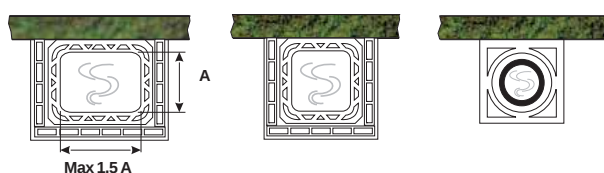
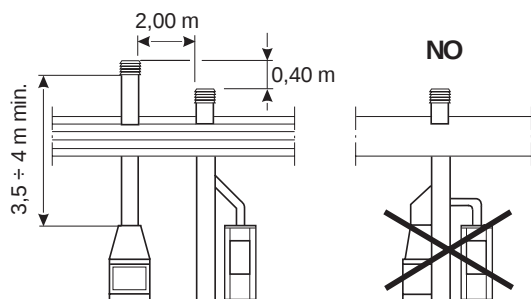

Fig. 5.2.1
Fig. 5.2.2
Il est conseillé d'utiliser des conduits de fumée isolés, réalisés en matériau réfractaire ou en acier inox à section circulaire, avec parois intérieures à surface lisse (Fig. 5.2.1). La section du conduit de fumée doit être constante sur toute sa hauteur. Une hauteur minimum de 3,5÷4 est conseillée (voir Fig.5.3.3). Il est préférable de prévoir, sous la bouche du canal de fumée, un compartiment pour recueillir les matériaux solides et l'éventuelle condensation. Les caractéristiques du conduit de fumée doivent être conformes aux normes UNI 9615, 9731 e UNI 10683.
- Las dimensiones del **CAÑÓN DE HUMO** deben ser conformes con lo que está indicado en la ficha técnica. Es aconsejable usar cañones aislados en refractario o acero inoxidable, de sección circular, con las paredes interiores que tengan superficie lisa (Fig.5.2.1). La sección del cañón deberá ser constante a lo largo de su entera extensión. Se aconseja una altura mínima de 3,5÷4 m (ver Fig.5.2.2). Es oportuno prever, bajo la embocadura del canal de humo, una cámara de recolección para los materiales sólidos y la condensación eventual. Las características del cañón de humo deben ser conformes a lo que disponen las normas UNI 9615, 9731 y UNI 10683.
- La forme de la **CHEMINÉE** doit être de type **ANTI-VENT** avec une section intérieure égale à celle du conduit de fumée et une section de passage des fumées en sortie **DOUBLE** par rapport à la section intérieure du conduit de fumée (Fig. 5.2.2).
- Afin d'éviter d'éventuels inconvénients pendant le tirage, chaque poêle doit avoir un conduit de fumée indépendant. S'il y a plusieurs cheminées sur le toit, il faudra que celles-ci se trouvent à au moins 2 mètres de distance l'une de l'autre et que la cheminée du poêle **DEPASSE** les autres d'au moins 40 cm (Fig. 5.2.2). Si les cheminées sont proches les unes des autres, il faudra les séparer par des cloisons.
Si hubiera más chimeneas en el techo, es oportuno que las demás se hallen a 2 metros de distancia como mínimo y que la chimenea de la estufa sea por lo menos 40 cm **MÁS ALTA** que las otras (Fig.5.2.2). Si las chimeneas están muy cerca, se deben disponer unos separadores.